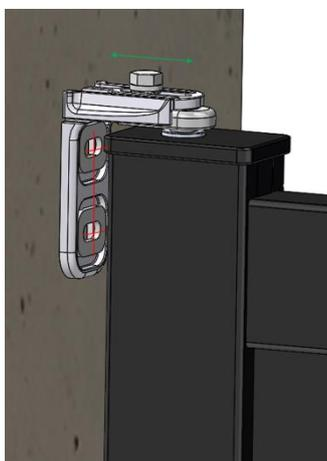
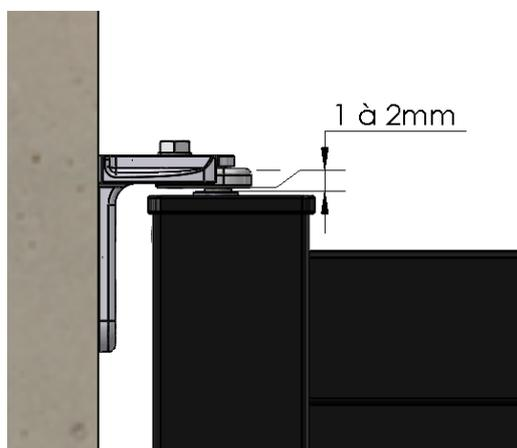

Figure 23
Figure 24
- b) Plaquer l'équerre sur le pilier et tracer la position du gond haut suivant (**Figure 23**) en veillant à laisser un jeu de $\approx 1\text{mm}$ entre le gond et le bouchon du portail (**Figure 24**).